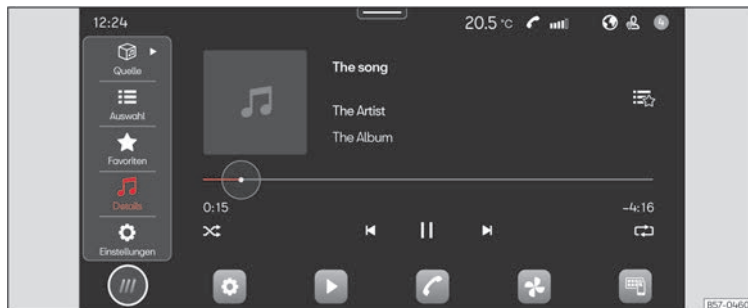

Abb. 133 Schematische Darstellung: Ansicht Medien.
- Drücken Sie **HOME > ► ► ► [Abb. 133]**.